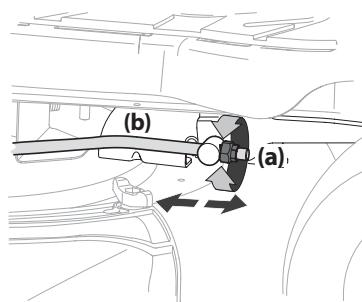

Figure 17
- Repérez l'écrou autobloquant à bride (a) sur la partie avant de la tige de relevage de la prise de force (b). Voir Figure 17.